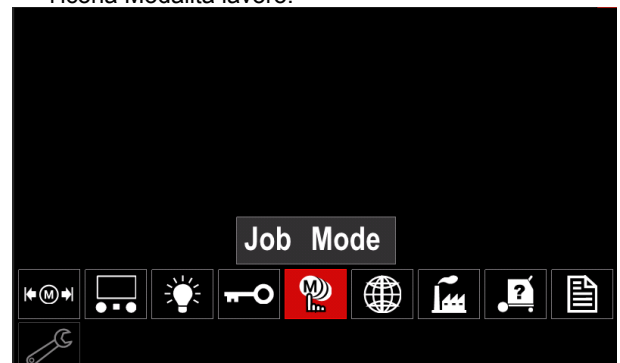

Figura 54
- Premere la Manopola destra [36] per confermare - l'icona del parametro scelto viene visualizzata nella parte inferiore del display. (Figura 54).